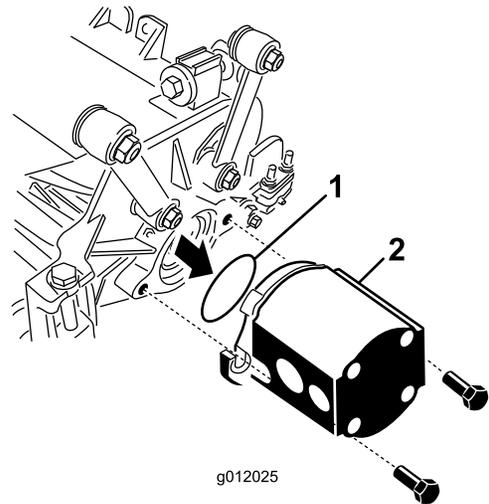

図 25
5. 駆動モータのフランジにリングカッティングユニットの付属部品を取り付ける 図 25。
6. リールモータを各カッティングユニットに装着しカッティングユニットの付属部品のキャップスクリュー 2 本で固定する 図 25。